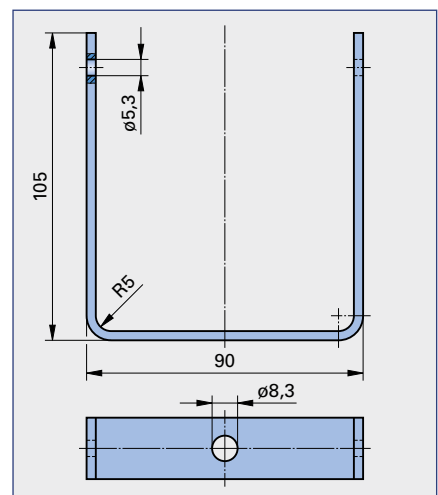

Bild 3
3. Der Lampenbügel Pos. 3 (**Bild 3**) soll aus einem Flachstab EN 10058 – 20 × 3 M Stahl DIN EN 10025 – S235JR hergestellt werden.
4. Zu berechnen sind die Bohrerndrehzahlen bei einer Schnittgeschwindigkeit von  $v_c = 30$  m/min für die folgenden Bohrungen (**Bild 3**):  $d_1 = 8,3$  mm und  $d_2 = 5,3$  mm. Es steht eine Standbohrmaschine mit folgender Getriebeabstufung zur Verfügung:  $n = 900, 1100, 1300, 1800$  und  $2000$  1/min.